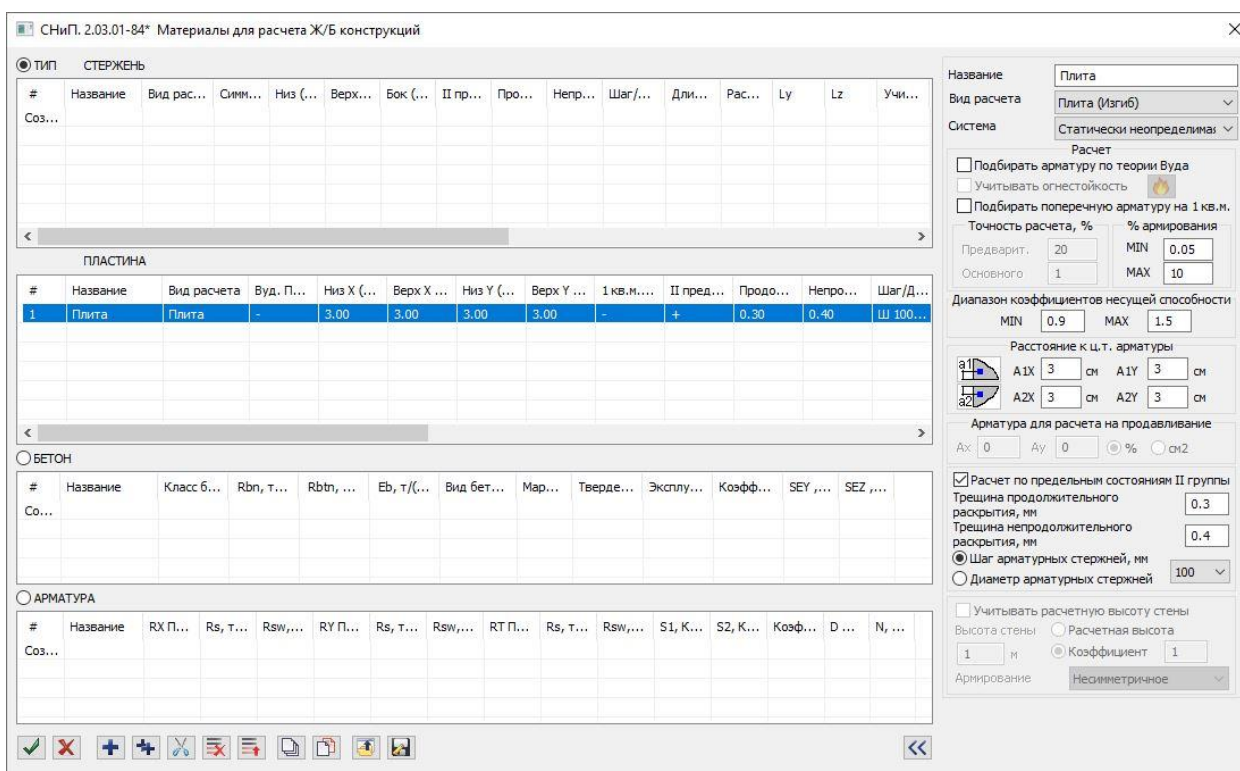

Рис.2.11. Диалоговое окно Материалы для расчета Ж/Б конструкций (для пластин)
- На экран выводится диалоговое окно Материалы для расчета Ж/Б конструкций (рис.2.11), в котором щелкните по первой строке в списке **ТИП: ПЛАСТИНА** и после этого в правой части окна задайте следующие параметры для пластинчатых элементов: